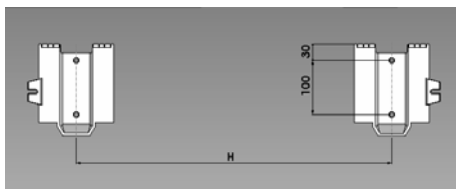
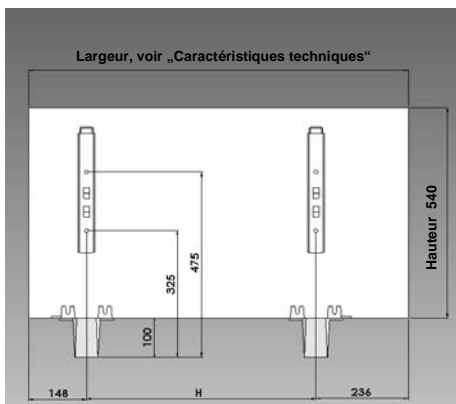

fig.5 Supports au sol vus d'en haut
fig.7 Anti basculement / Appareil avec supports au sol
- Les supports au sol doivent être vissés soit sur celui-ci soit au mur à une distance „H“ avec une tolérance de max. +10mm (Fig.5 - Fig.7, tableau 3) avec le matériel approprié (trous de 8,5mm dans les supports au sol), référez vous au chapitre «distances minimales».
Placez les supports coupés (avec deux vis chacun) au dessus et au milieu de chaque support au sol (fig.7) avec le matériel de fixation fourni ou approprié (trous de 10mm dans les supports).